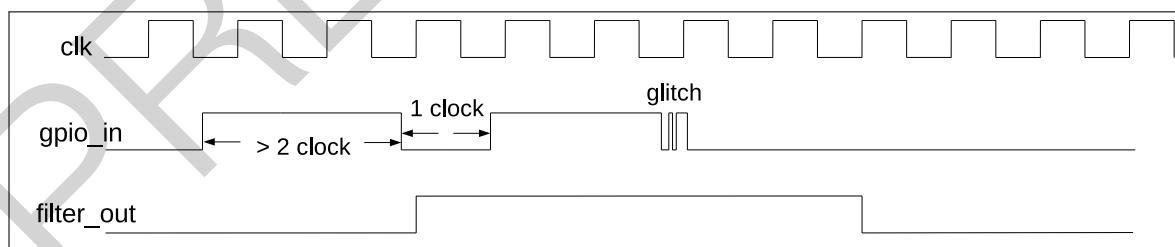

图 5-4. GPIO 输入信号滤波时序图
2. 可选：置位 IO_MUX_FILTER_EN 使能 GPIO 管脚的输入信号滤波功能，如图 5-4 所示。只有当输入信号的有效宽度大于两个 APB 时钟周期时，输入信号才会被采样。否则，输入信号将会被滤掉。